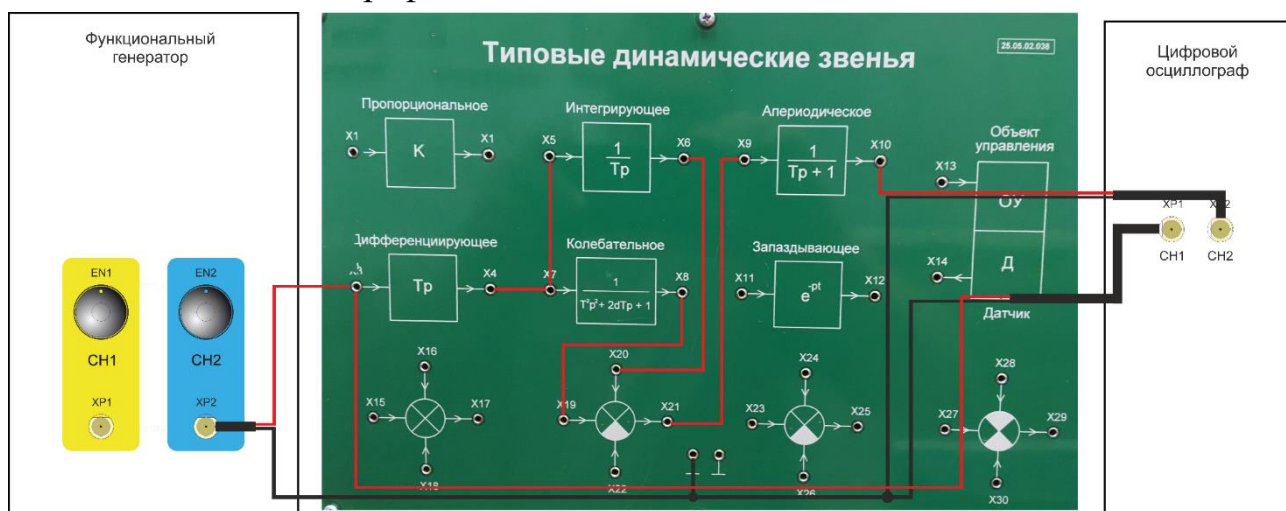
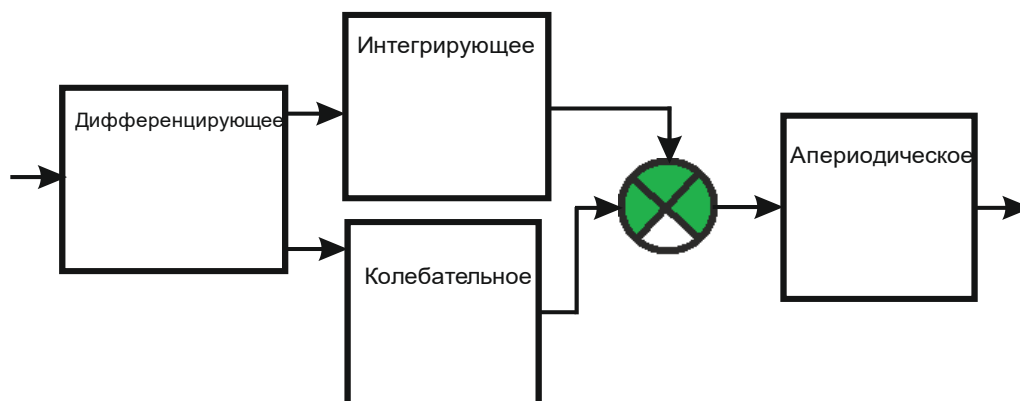

Рисунок 28. Схема согласно – параллельной коррекции системы соединения звеньев
Рисунок 29. Структурная схема одного из вариантов согласно – параллельного соединения звеньев
Спроектируем упрощенный вариант согласно - параллельной коррекции системы. Схема соединений звеньев на рис. 28. Корректирующее звено – «Интегрирующее звено».
4. Изучите схему эксперимента, представленную на рис. 28, рис. 29.